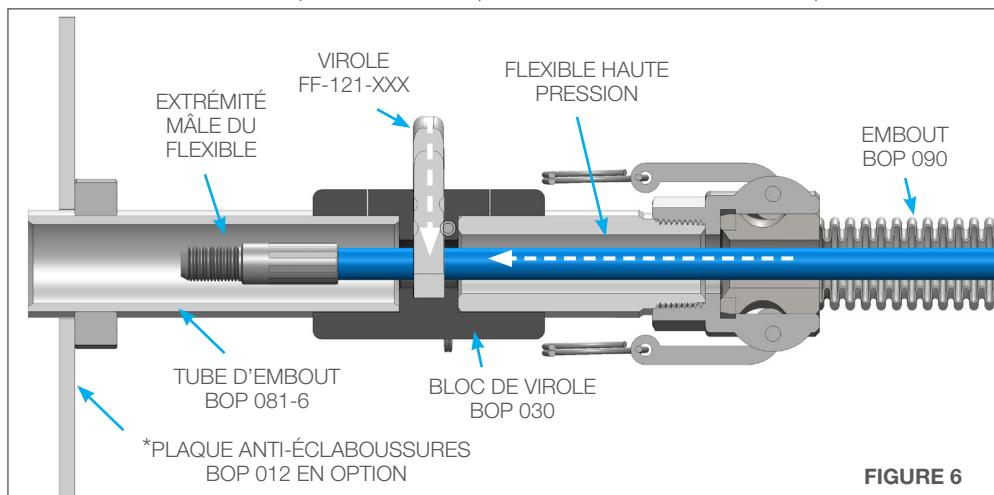

FIGURE 6
6. Déposez la goupille rapide et la virole de l'ensemble bloc de virole. Poussez l'extrémité mâle du flexible au-delà de la virole et réinsérez la virole avec la goupille rapide. Essayez la virole en tirant le flexible en sens inverse de l'installation pour vous assurer que l'embout mâle du flexible ne recule pas au-delà de la virole. (**Figure 6**)
6. Déposez la goupille rapide et la virole de l'ensemble bloc de virole. Poussez l'extrémité mâle du flexible au-delà de la virole et réinsérez la virole avec la goupille rapide. Tirez vers l'arrière sur le flexible pour vous assurer que le côté mâle du flexible ne recule pas au-delà de la virole. (**Figure 6**)